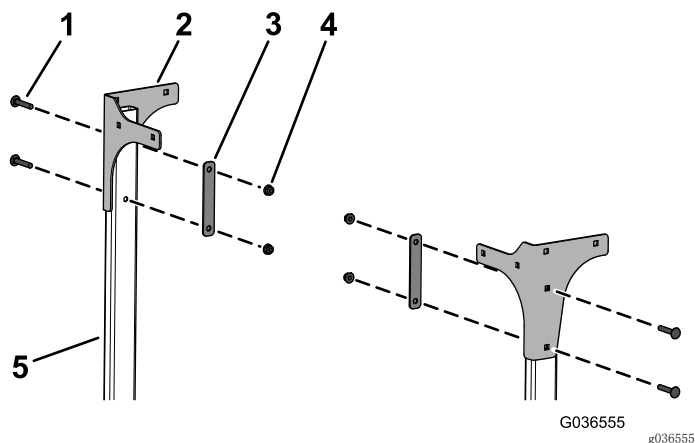

图8
7. 如图8所示，用 4 个托架螺栓（5/16 x 1 1/4 英寸）、2 个支撑板和 4 个凸缘螺母（5/16 英寸）将左、右后安装板松松地安装到支撑管上。